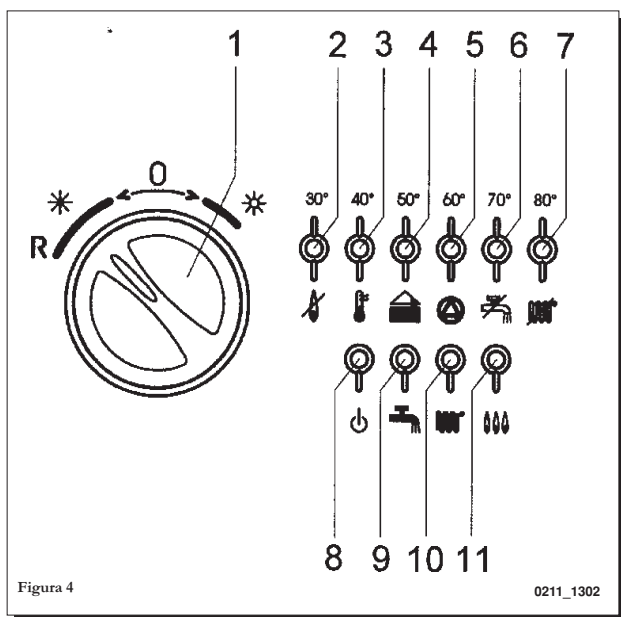

Figura 4
**Avertisment:** La prima aprindere, dacă aerul din conductele de gaz nu a fost evacuat în totalitate, există posibilitatea ca arzătorul să nu se aprindă, fapt urmat de blocarea centralei termice. În acest caz se recomandă repetarea operațiunilor de aprindere, până ce gazul va ajunge la arzător, poziționând, pentru un interval scurt de timp, butonul (1) în **R** (ve figura 4).